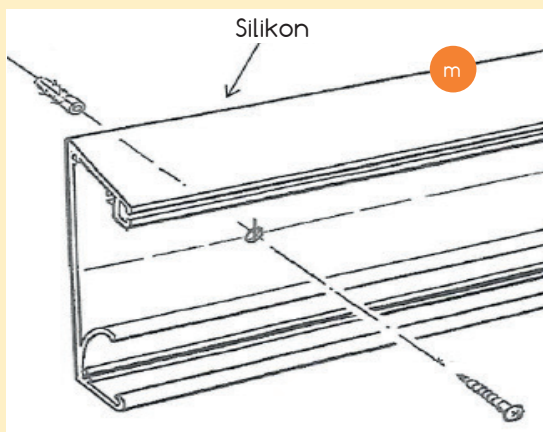

Abb. 13
- 2.4 Bohren Sie jetzt an den markierten Stellen in die Wand. Abb.: 13
- 2.7 Dichten Sie die Fuge an Wand und Wandprofil mit Silikon (c) ab. Abb.: 13